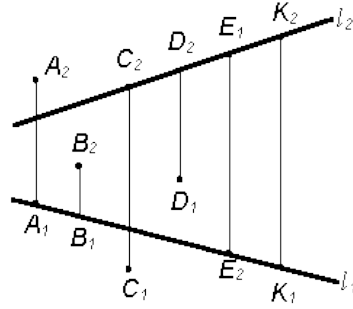

Рис. 7
3. За прямой l расположена точка: А; В; С; D; Е; К (рис. 7).
4. Прямой l принадлежит точка: A; B; C; D; E; K (рис. 7).